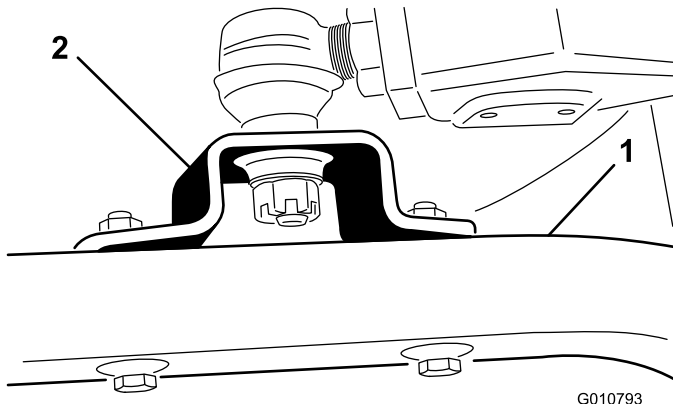

Bild 19
- Entfernen Sie die Kopfschrauben und Sicherungsmuttern, mit denen die Befestigungen der Kugelgelenke an den Laufradarmen am Mähwerk befestigt sind (Bild 19).
- Stellen Sie den Hubhebel auf die Schweben-Stellung. Drücken Sie die Hubarme nach unten, bis die Löcher in den Kugellagerbefestigungen mit den Löchern in den Laufradarmen ausgefluchtet sind (Bild 19).